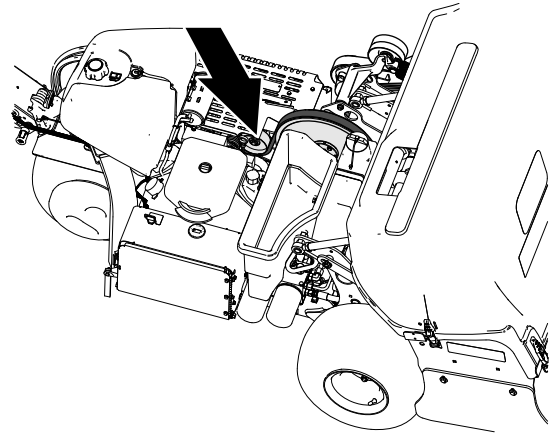

**Figure 164**
2. Vérifiez que les courroies de la pompe hydraulique, de l'arbre intermédiaire et du vilebrequin (Figure 164) ne sont pas endommagées, usées, excessivement fissurées ou incrustées de gros débris.